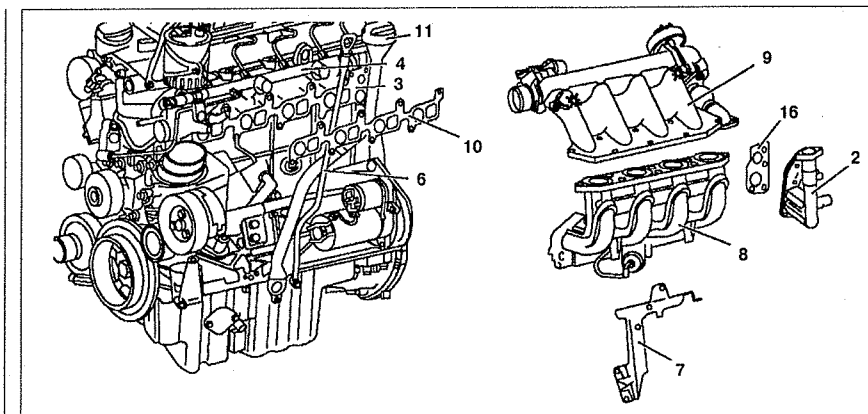

Рис. 5.8. Впускной коллектор:
1. Снимите смешивающую камеру с клапаном рециркуляции отработавших газов 9 с впускного коллектора 8 (см.рис.5.8).